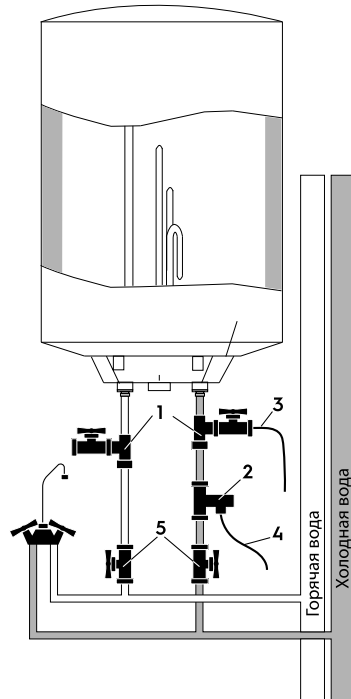

Рис. 4
Для подключения водонагревателя к водопроводу применяются трубы диаметром G1/2. Подключение обратного предохранительного клапана (рис. 4, поз. 2): клапан следует устанавливать в месте входа холодной воды (удостоверьтесь, что гибкая сливная трубка (рис. 4, поз. 4) установлена, на отверстие спуска давления и слива воды и направлена вниз в специальный дренаж для удаления воды). При подключении к системе водоснабжения необходимо предусмотреть и реализовать установку индивидуальных запорных вентилей (рис. 4, поз. 5) на линии подачи холодной воды в водонагреватель и на линии выхода горячей. Индивидуальные запорные вентили по линии горячей и холодной воды, должны быть в закрытом состоянии в период неиспользования водонагревателя, проведения профилактических и технологических работ на линии водоснабжения. Установка и правильное использование запорных вентилей является обязательным условием при предоставлении гарантийного обслуживания, а так же залогом длительной и безаварийной работы водонагревателя. Для упрощения процесса слива воды из водонагревателя рекомендуется на входе и выходе воды из водонагревателя установить тройники (рис. 4, поз. 1).
3. Предохранительный клапан следует установить в месте входа воды (см. рис. 4).